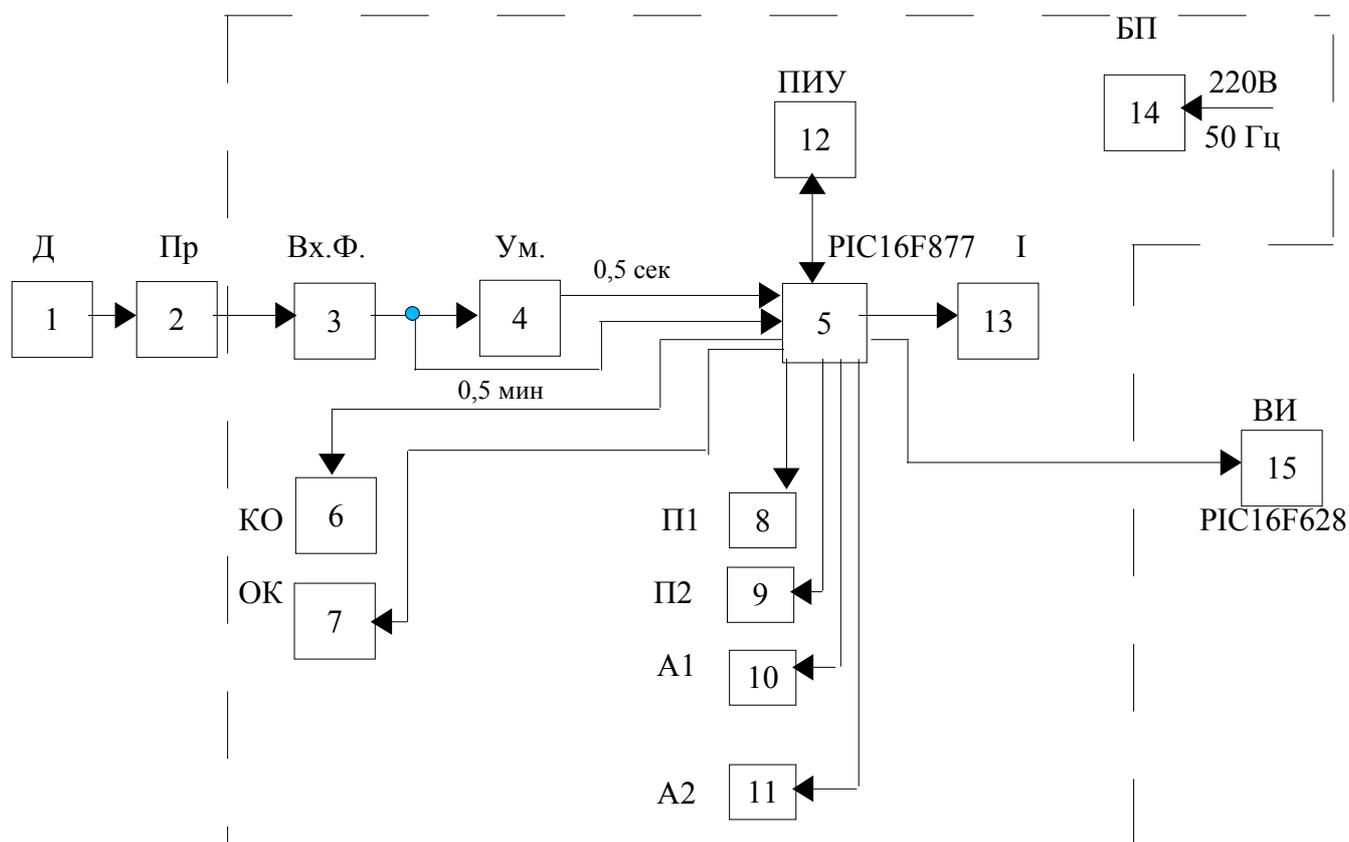

Рис. 1 Структурная схема тахометра ИП-114/2.
1.4.1.1. Структурная схема тахометра представлена на рис. 1.
На рис. 1 введены следующие обозначения: